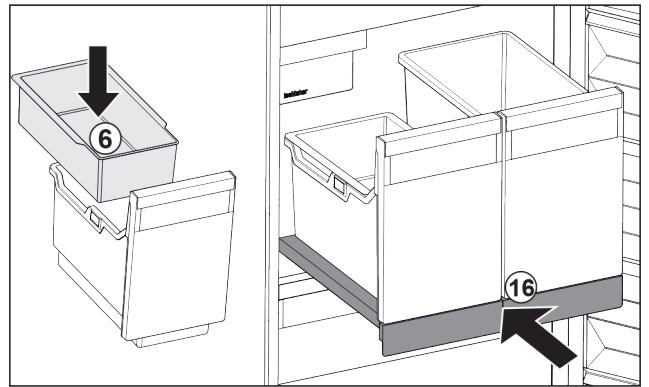

Fig. 108
- Inserire la vaschetta da agganciare Fig. 108 (6) per i cubetti di ghiaccio.
- Inserire il ripiano estraibile con il contenitore (IceTower). Fig. 108 (16)